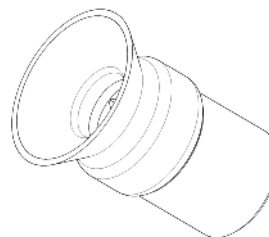

figure 33
**2 Toutes les semaines** : vérifier l'usure de la garniture du joint du racleur. Si elle est usée, la remplacer par une pièce de rechange d'origine du fabricant. (voir figure 33)